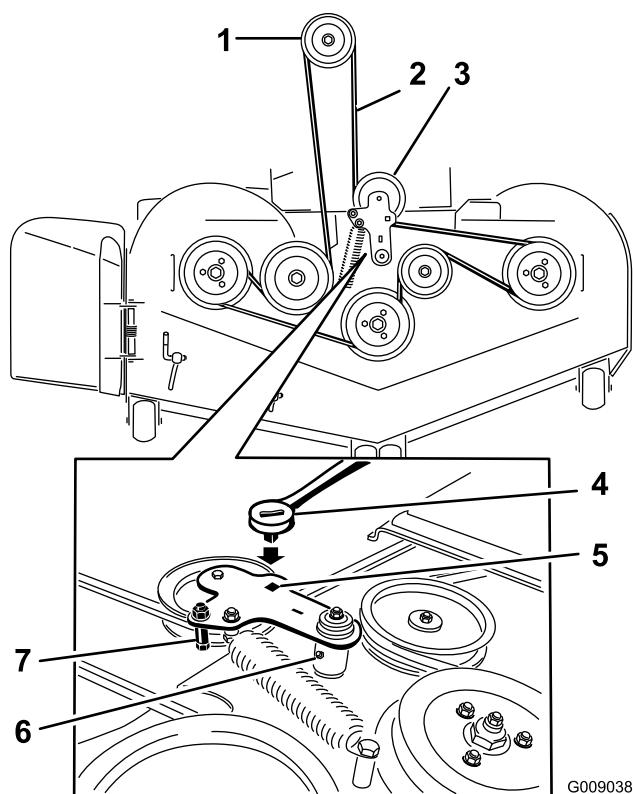

Figura 61
7. Inserite un cricchetto nel foro quadrato del braccio di rinvio per allentare la molla del tenditore (Figura 61).
9. Togliete il guidacinghia dal braccio di rinvio a molla mostrato in Figura 61.
11. Montate la nuova cinghia attorno alle pulegge del tosaerba e alla puleggia della frizione, sotto il motore (Figura 61).
12. Montate il guidacinghia sul braccio di rinvio mostrato in Figura 61.
13. Con il cricchetto nel foro quadrato, montate la molla del tenditore (Figura 61). Verificare che le estremità delle molle siano sigillate nelle scanalature di ancoraggio.